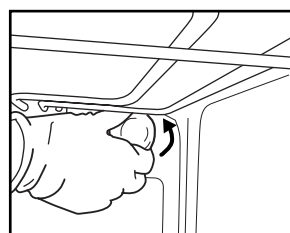

Fig. 6
2. Deșurubați capacul becului (Fig. 6), înlocuiți becul (consultați nota privind tipul de bec) și înșurubați la loc capacul becului.